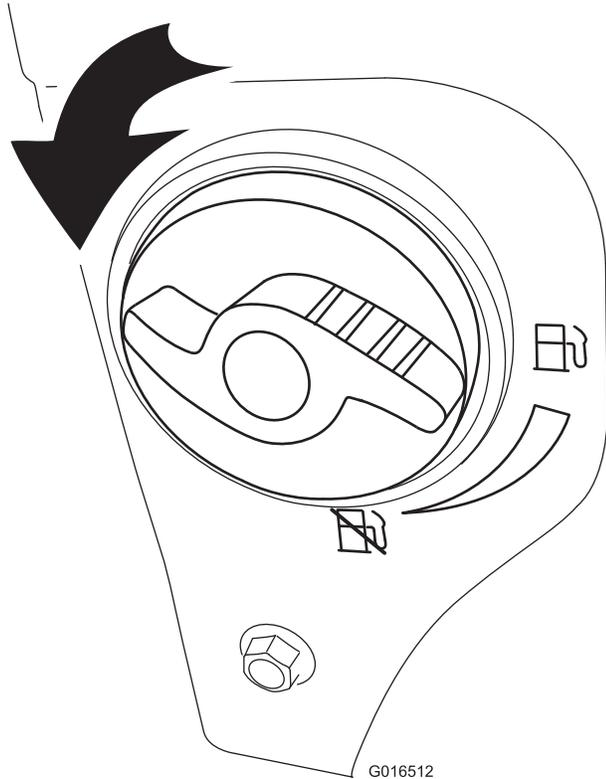

Figure 18
2. Ouvrez le robinet de carburant en le tournant de 1/4 de tour dans le sens antihoraire (Figure 18).